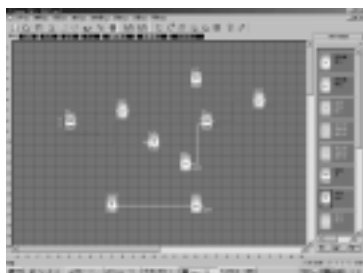
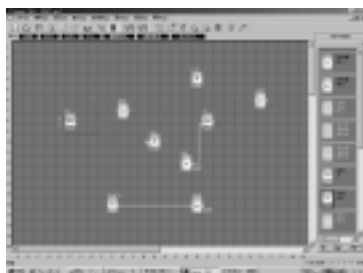

图 4.12 起动模拟
图 4.13 模拟运行界面
1. 用鼠标左键点击指令“控制器”菜单下的“模拟”的“开始”如图4.12所示,即可开始模拟运行程序。或者用鼠标点击工具栏中“”按钮也可开启模拟运行界面。模拟运行界面如图4.13所示。